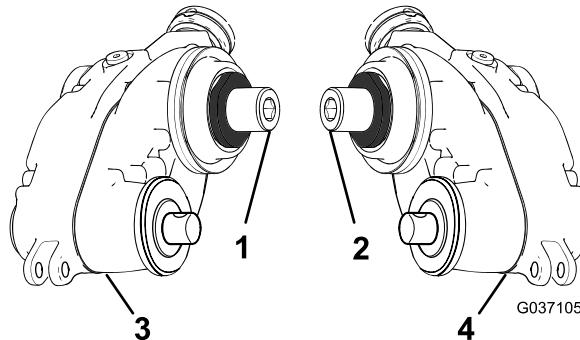

図 6
- 左用のグルーマ駆動ボックスと右用のグルーマ駆動ボックスを準備する図6を参照。